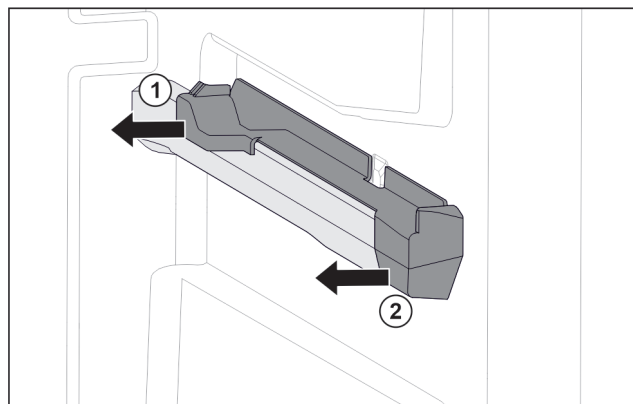

Fig. 114 Tillsats på den högra behållarens galler
- Dra bort tillsats i bak i sidled. Fig. 114 (1)
- Dra bort tillsats i fram i sidled. Fig. 114 (2)